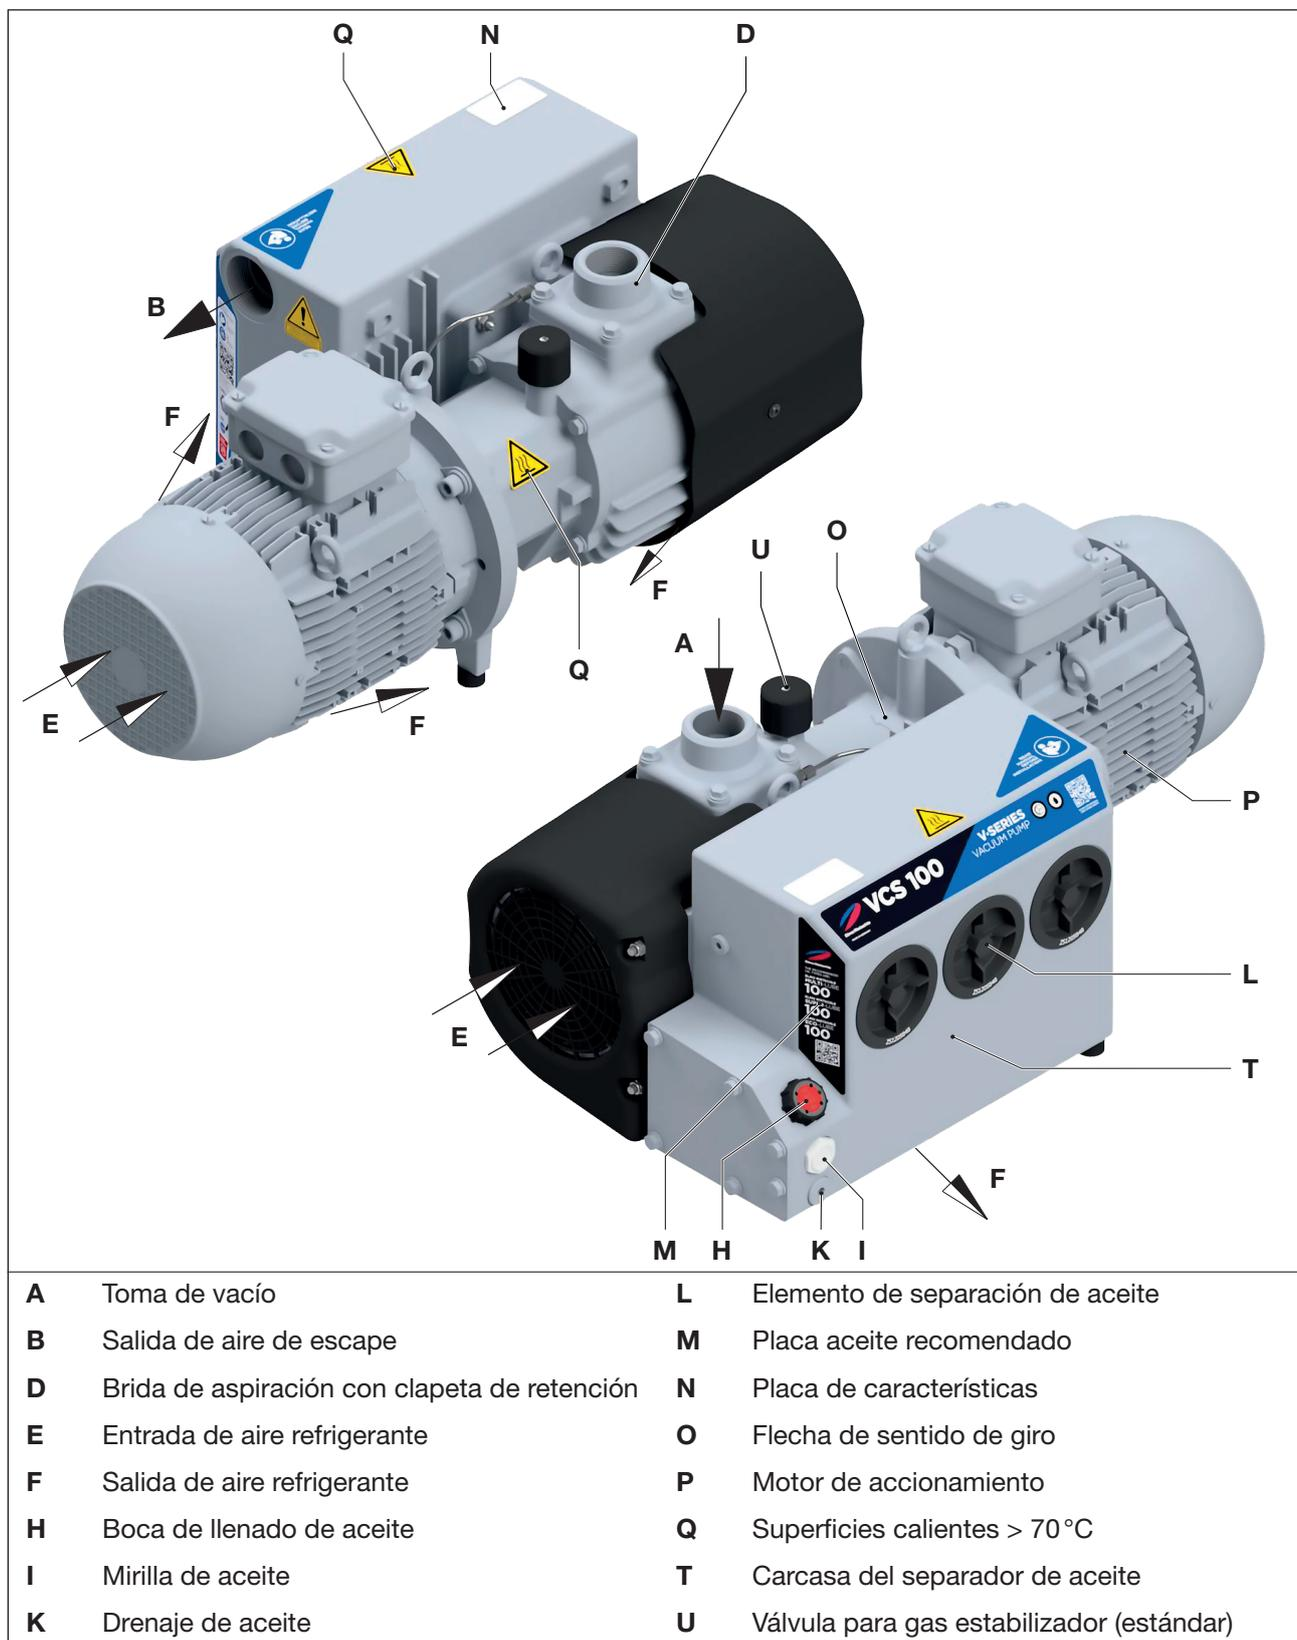

Fig. 2 Bomba de vacío V-VCS 100 / 150
Una válvula de serie para gas estabilizador (Fig. 2/U) evita la condensación de pequeñas cantidades de vapor de agua en el interior de la bomba mientras esta aún está caliente. La compatibilidad con vapor acuoso puede variar según cada modelo de bomba (véase la hoja informativa I200).
- La brida de aspiración (Fig. 2/D), la boca de llenado de aceite (Fig. 2/H), la mirilla de aceite (Fig. 2/I), el drenaje de aceite (Fig. 2/K), la válvula del gas estabilizador (Fig. 2/U) y la carcasa del separador de aceite (Fig. 2/T) deben ser fácilmente accesibles.
La conexión de vacío (Fig. 2/A) se encuentra en la brida de aspiración (Fig. 2/D).
- Retirar los tapones ciegos de la conexión de aspiración (Fig. 2/A) y de la salida del aire de escape (Fig. 2/B).
- Conectar la tubería a la conexión de vacío (Fig. 2/A).
- El aire aspirado puede expulsarse por la salida del aire de escape (Fig. 2/B) o a través del tubo flexible o la tubería.
- Comprobar el nivel de aceite lubricante a través de la mirilla del aceite (Fig. 2/I) y, en caso necesario, añadir más.
- Cargar el aceite lubricante (para consultar los tipos adecuados véase el capítulo 7.6 «Aceite lubricante») en la boca de llenado de aceite (Fig. 2/H) hasta el borde superior de la mirilla (Fig. 2/I).